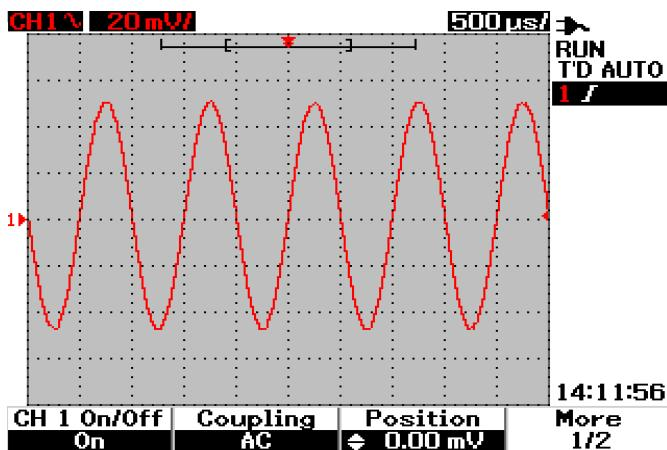

図3-3 表示波形の垂直位置の調整
波形を垂直方向に調整するには、F3ソフトキーを押します。次の図3-3は、垂直位置調整設定を示します。
- 2 ロータリ・スイッチ  を回すと、対応する電圧値が図3-3のようにPosition見出しの下に表示されます。この電圧値は、グランド基準が画面中央からどれだけ離れているかを示します。